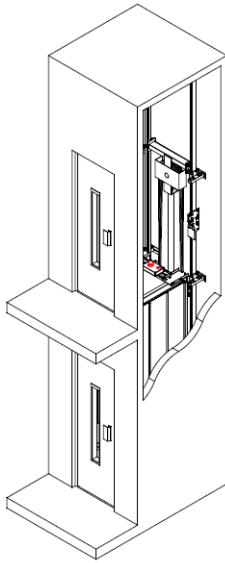

Fig. 1
- 1) Dejar la plataforma parada tal que el techo de cabina quede lo más enrasado posible con el nivel de la última parada servida. (Fig.1)